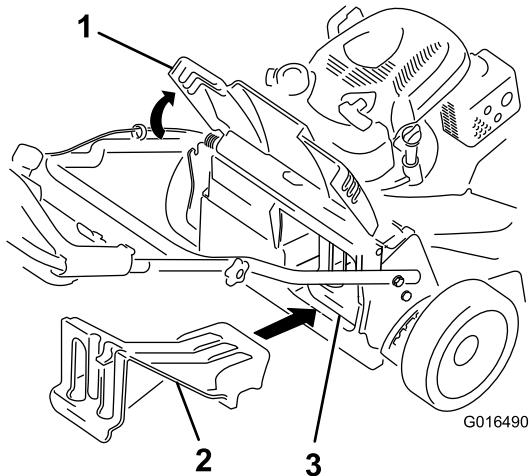

Bild 24
- Wenn die Heckauswurfklappe nicht eingesetzt ist, fassen Sie sie am Griff an, heben das Heckablenklech an und setzen den Heckauswurfskanal ein, bis der Riegel arretiert, siehe Bild 24.
Wichtig: Stellen Sie sicher, dass die Heckauswurfklappe eingesetzt ist, bevor Sie den Rasenmäher als Recycler einsetzen (Bild 24).